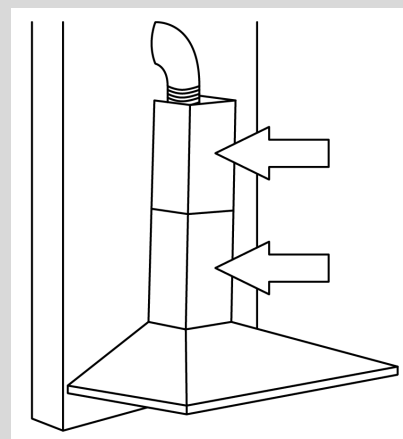

Abbildung 4
10. Die obere Kaminblende so weit herausziehen, bis die gewünschte Höhe erreicht ist (Abb. 4).